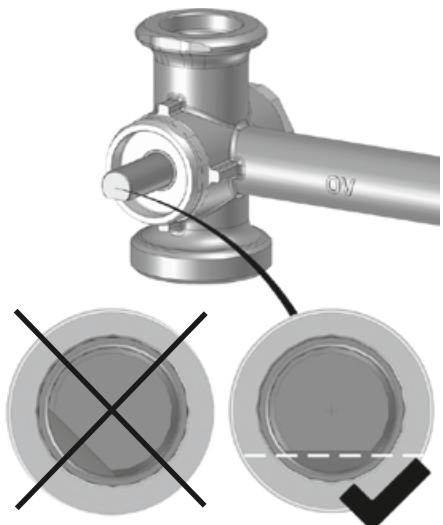

Fig. 22
- Posizionare l'attuatore sull'adattatore (3) e spingerlo sulla valvola miscelatrice a tre vie fino ad innesto, udibile con un click. Utilizzare come guida le scanalature anti-torsione presenti sul corpo valvola (fig. 22).